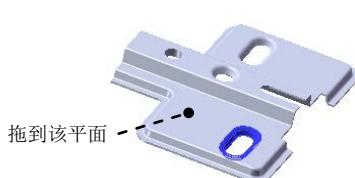

图 16.6.52 成形特征 5
Step9. 创建图 16.6.52 所示的成形特征 5。
(1) 单击任务窗格中的“设计库”按钮 ，打开“设计库”对话框。
(2) 单击“设计库”对话框中的 ch16 节点，在设计库下部的列表框中选择“hinge_shaped_tool_06”文件并拖动到图 16.6.52 所示的平面，在弹出的“成形工具特征”对话框中单击 按钮。